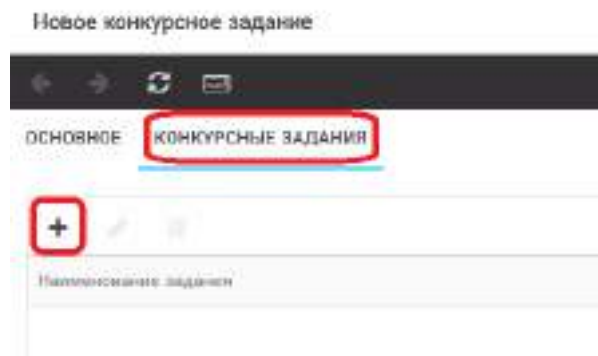

Рисунок 12 – Загрузка конкурсного задания
3. Нажать на закладку «Конкурсное задание» и в появившемся окне нажать на «+» (Рисунок 12). Система позволяет загрузить в качестве конкурсного задания несколько файлов.